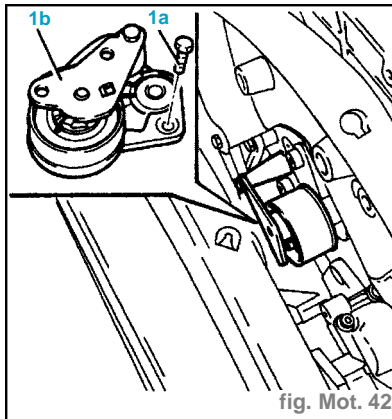

fig. Mot. 42
- Desserrer les vis (1a) et déposer le tendeur mobile de la commande de distribution (1b) (fig. Mot. 42).